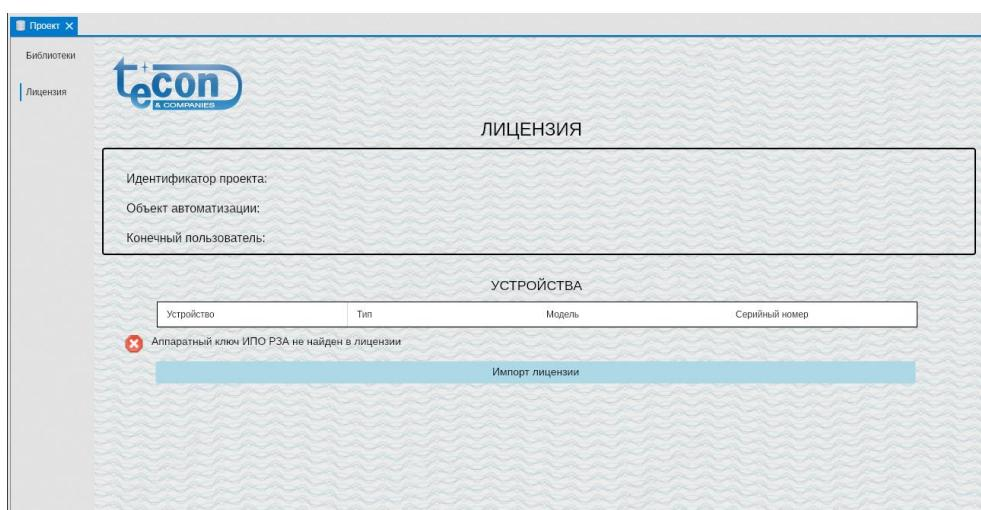

*Рисунок 7.2 – Выбор из выпадающего списка пункта «Проект»*
- 2 Щёлкнув правой кнопкой мыши по названию проекта, в контекстном меню выбрать раздел «Проект» (см. рисунок 7.2).